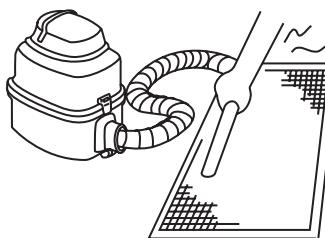

Рисунок 9-3
- Во время чистки пылесосом приточная сторона фильтра должна быть направлена вверх. (См. Рисунок 9-3).